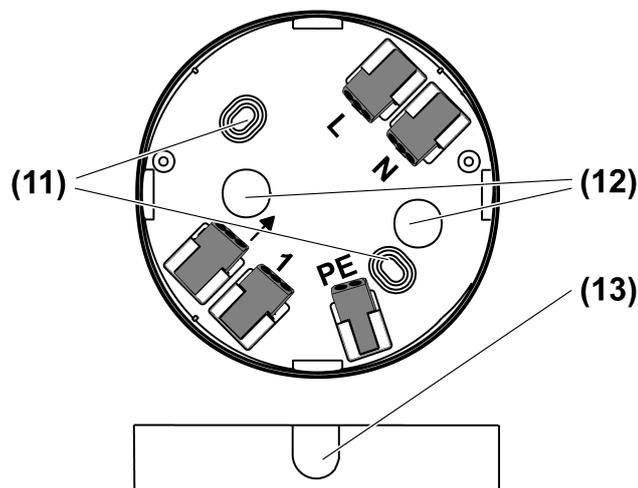

Figure 8: Boîtier de raccordement
- (11) Trous de fixation
- (12) Entrée de câbles, encastrée
- (13) Parties fines pour une introduction optimale des câbles
- Pour une entrée de câbles encastrée supplémentaire ou une entrée de câbles en saillie, enlever la partie fine correspondante (13) (voir figure 8).
- Fixer la boîte de raccordement (1) par les trous (11) (voir figure 8).